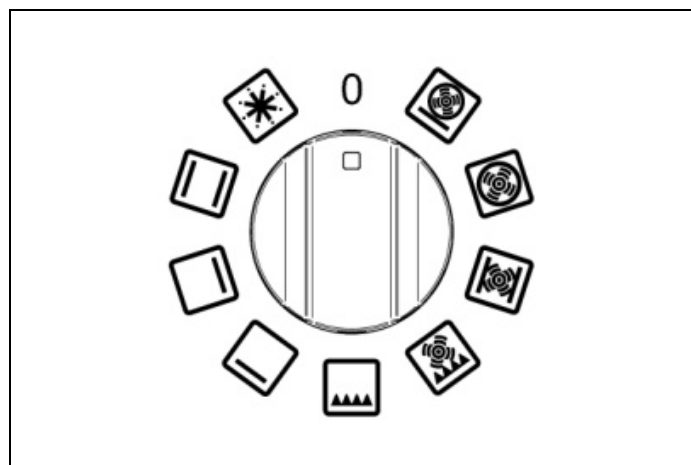
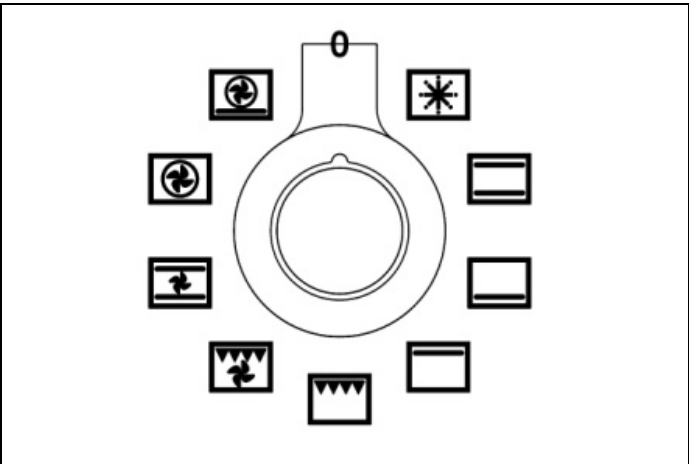
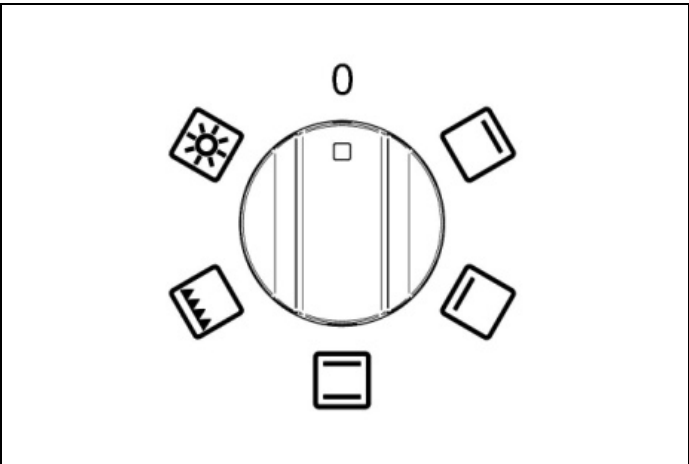
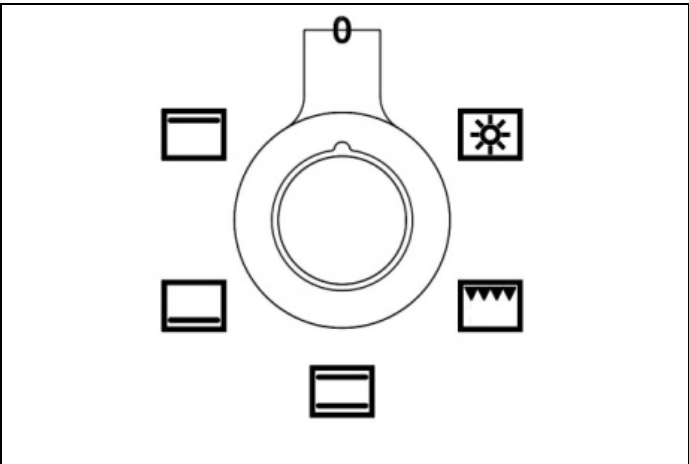

Fig. 19
Fig. 20
Fig. 21
Fig. 22
- 1) Vrid funktionsvredet (**Fig. 19 - Fig. 20 och Fig. 21 - Fig. 22**) medurs för att välja funktionen som du vill använda.